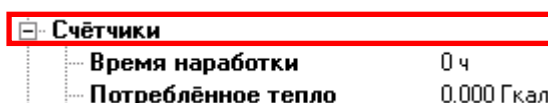

Рис. 5.34
- б) **значение отсутствует** – пункт не предназначен для чтения или записи и служит для группировки других пунктов или параметров (рис. 5.34);